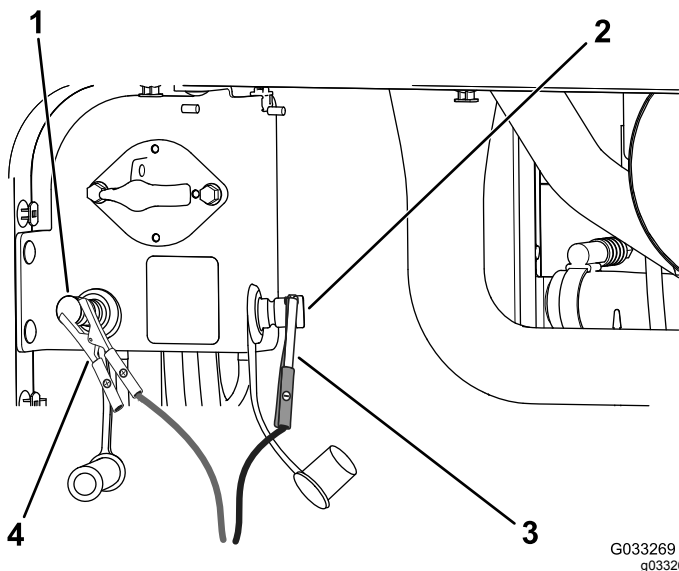

Figure 108
4. Connectez le câble positif du chargeur de batterie à la borne positive de la batterie déchargée (Figure 108).
5. Branchez le câble négatif du chargeur de batterie à la borne négative de la batterie déchargée (Figure 108).
7. Quand les batteries sont chargées au maximum, débranchez le chargeur de la source électrique, puis débranchez les fils du chargeur des bornes de la batterie déchargée (Figure 108).